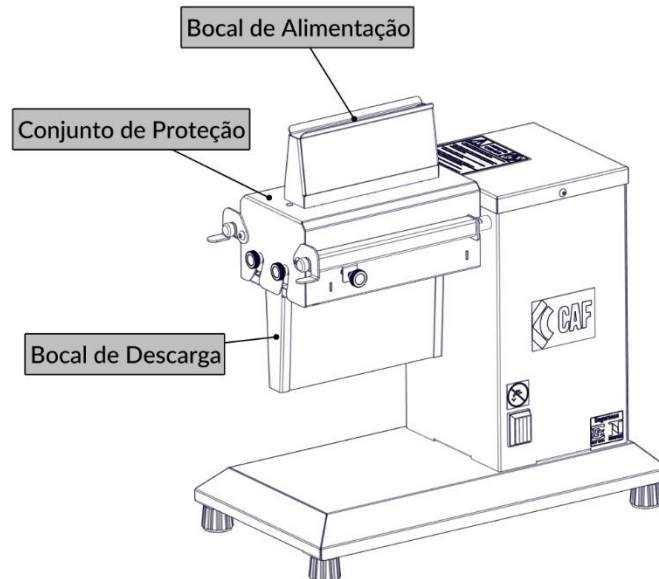

FIG. 7
- Bocal de alimentação (FIG. 7): Impede o acesso dos membros superiores na zona de convergência dos rolos dentados;
- Conjunto de proteção (FIG. 7): Impede o acesso dos membros superiores na zona de convergência dos rolos dentados;
- Bocal de descarga (FIG. 7): Impede o acesso dos membros superiores na zona de convergência dos rolos dentados.